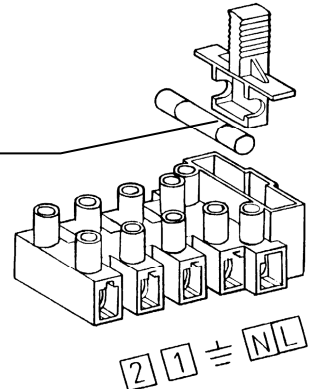

Рис. 7: Клемна колодка електроживлення
- В клемній колодці є також плавкий запобіжник швидкого спрацювання на 2A (Рис. 7).